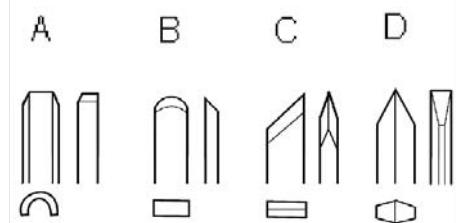
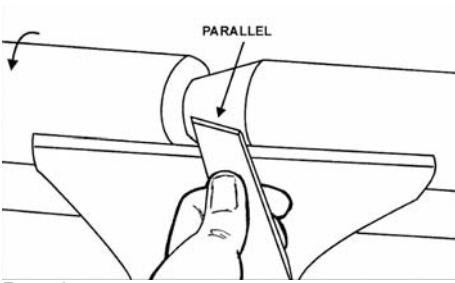

Рис. 6
Рис. 8
- Трубчастий різець (A, рис. 6). Найважливіший інструмент для токарної обробки.
- Шабер (В, рис. 6). Застосовується для зовнішнього та внутрішнього калібрування, а також для видалення слідів обробки.
- Косий різець (С, рис. 6). Застосовується для проточування V-подібних канавок, для зовнішнього калібрування та для токарної обробки торців деревини. Ріжуча кромка встановлюється паралельно напрямку розрізу (Рис. 8).
- Відрізний різець (Д, Рис. 6). Застосовується для прямого врізання у заготовку, наприклад, при затиловці та відрізанні. Може застосовуватися також як шабер та для отримання необхідного діаметру.